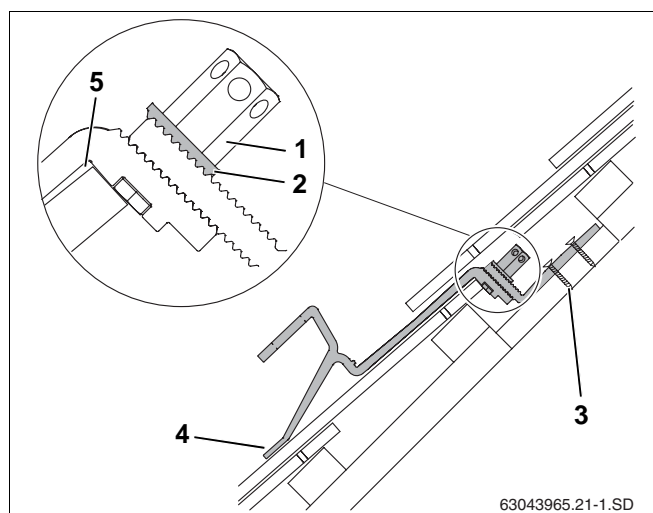

Bild 19 Monterad takhake - bilden visar genomskärning med förkortad nedre del av takhake
- ▶ Lägg det främre stödet så att det vid belastning vilar på teglet (bild 19, **pos. 4**).
Takhaken måste ha lite utrymme längs med teglets övre kant (bild 19, **pos. 5**). Anpassa eventuellt teglet upptill.
Den tandade brickan (bild 19, **pos. 2**) måste gripa tag i kuggarna på takhakens nedre del.
- ▶ Dra åt den långa sexkantsmuttern (bild 19, **pos. 1**). Sätt härvid in nyckel SW5 i hålet på sexkantsmuttern och vrid.
- ▶ Fäst takhakens nedre del i minst det första (bild 19, **pos. 3**) och andra hålet i takstolen eller brädan/plankan med lämpliga skruvar.